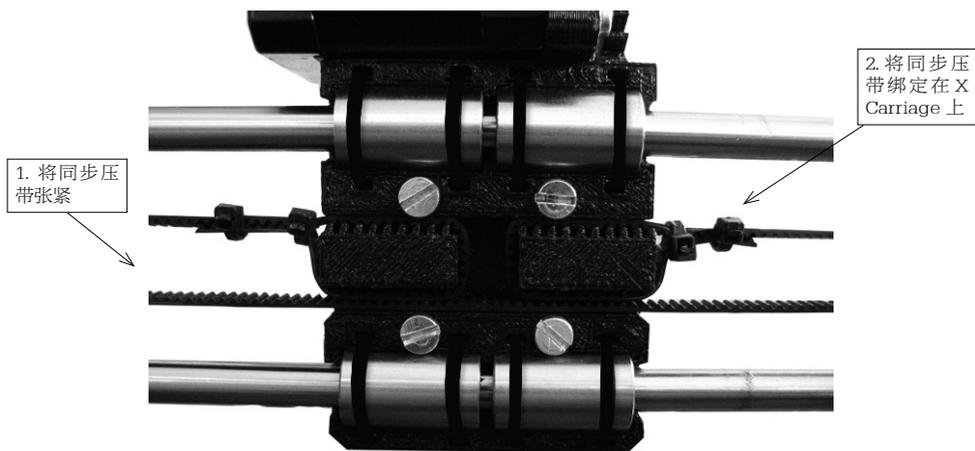

图 3-52 固定 X 轴上的同步压带
(2) 分别绕过 X End Idler 和 X End Motor 后, 将同步带重新绕回 X Carriage。此过程要注意同步带应该处于张紧状态, 张紧之后通过扎线带将其固定在 X Carriage 上, 如图 3-52 所示。